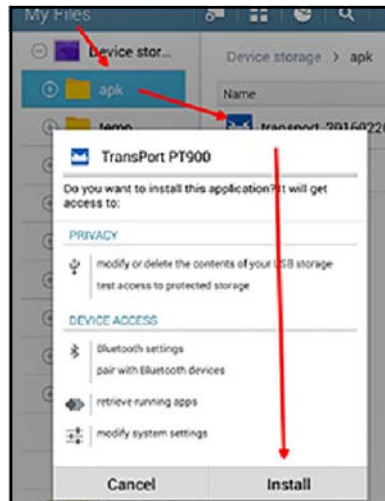

図 5: 初期インストール画面
PT900 システムをキャリーケース (1 ページの図 5 のオプションの強化 シェルキャリングケースを確認) から取り出す前に、ケースの中身を入念に点検してください。包装資材を廃棄する前に包装スリップに記載された すべての構成品と書類を確認してください。見つからないものや損傷しているものがあれば、直ちに
3. APK ファイルをクリックすると、*Android* オペレーティングシステムがファイルのチェックサムと署名を確認します。これが初期インストールか更新インストールかに応じて、以下のような図 5 画面が表示されます。「インストール」をクリックしてインストールを開始します。